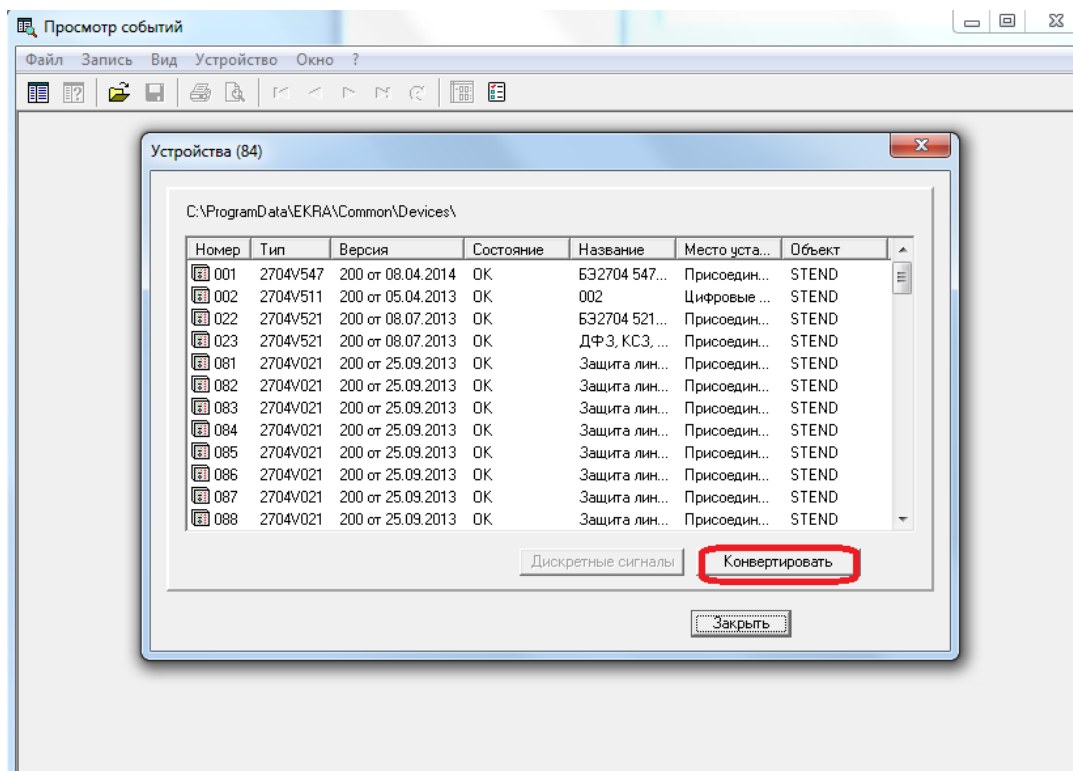

Рисунок 6.125
- выполнить конвертацию файлов конфигурации терминалов БЭ2704 и БЭ2502 в базу данных кодов событий при помощи программы **Просмотр событий**. Для этого запустить программу **Просмотр событий** из меню **Пуск**, затем в меню **Устройства** выбрать пункт **Список устройств**. В появившемся окне нажать кнопку **Конвертировать** (рисунок 6.125);